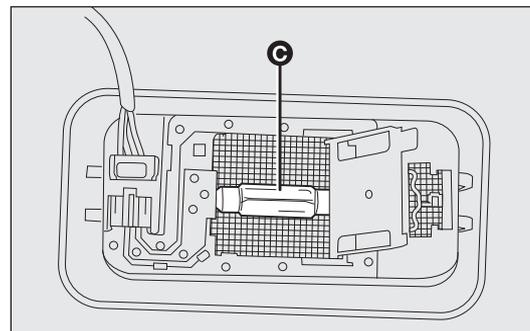

fig. 165
- remplacer l'ampoule C-fig. 165 en la dégageant des contacts latéraux, puis monter la nouvelle ampoule en s'assurant qu'elle soit correctement bloquée entre ces contacts ;